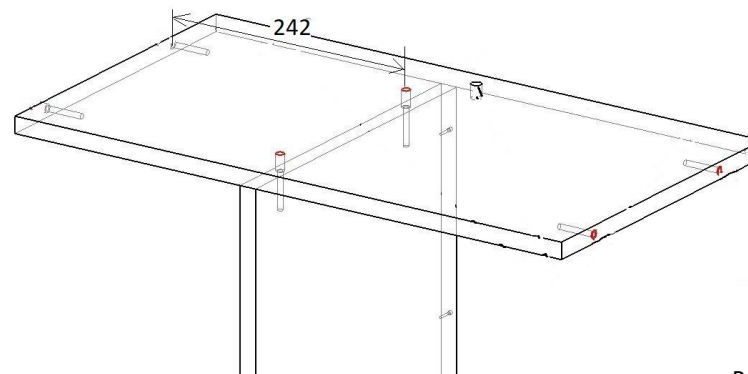

Рис.8
1. На детали №25,26 установить подпятники (Д) с помощью саморезов 3,5x16 (О). На детали №29 разметить отверстия под выдвижную штангу (см.рис 8), для этого нужно измерять расстояние между отверстиями на штанге L и это расстояние отложить на детали №29 согласно рис. 8. На деталь №29 с помощью саморезов 3,5x16 (О) установить толкатели (В) 2 шт. С помощью саморезов 3,5x16 (О) установить штангу выдвижную (Г).